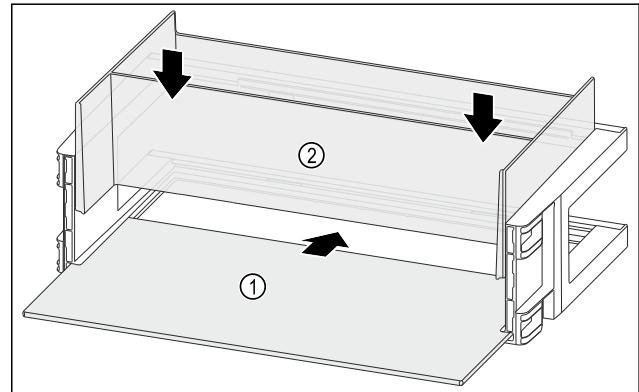

Fig. 122
- ▶ Abstellfläche Fig. 122 (1) in die seitlichen Aussparungen einschieben.
- ▶ Organizer Fig. 122 (2) einsetzen.